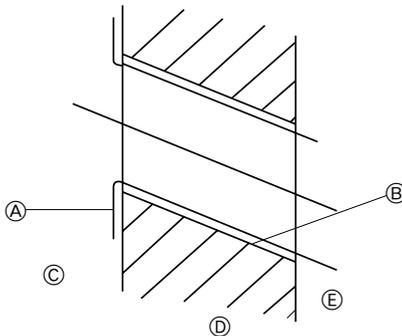

Fig. 3-2
2) Άνοιγμα οπής για τη σωλήνωση (Fig. 3-2)